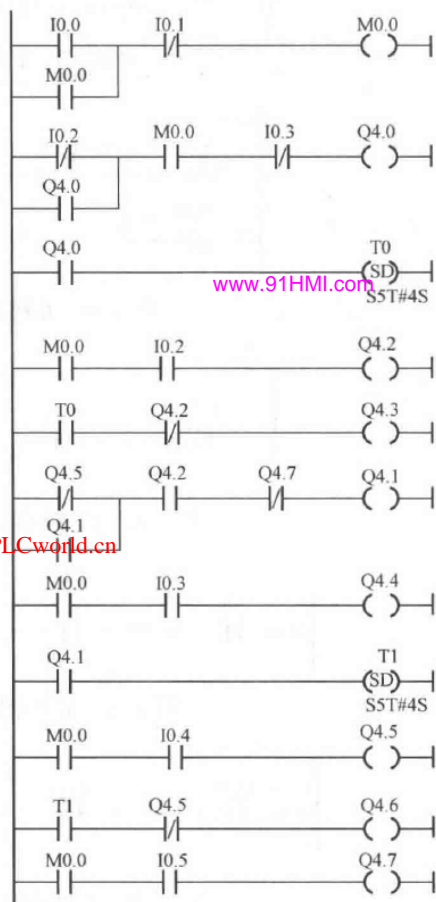

图 5-32 水塔水位控制系统梯形图
(3) 水塔水位控制系统梯形图。根据水塔水位控制要求, 控制系统梯形图如图 5-32 所示。